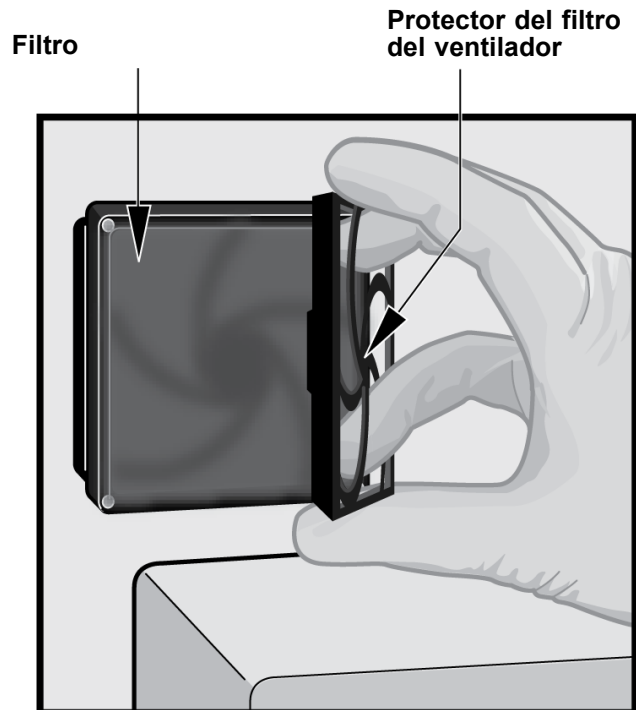

Figura 9-22. Desinstalación del protector del filtro del ventilador y del filtro
4. Quite con cuidado el protector del filtro del ventilador de la carcasa del ventilador. Consulte la figura 9-22 y póngalos a un lado durante el resto del procedimiento para la extracción y limpieza de los filtros.